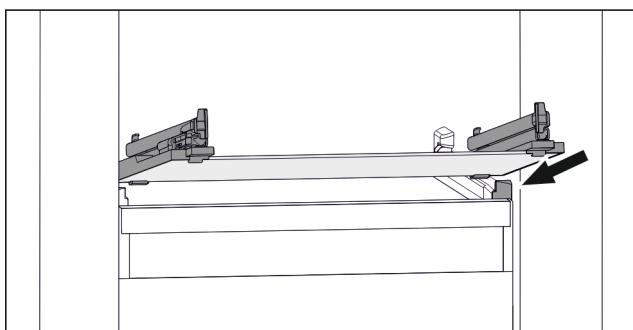

Fig. 113 Príklad zobrazenia sklenenej dosky
- Nasadte sklenenú dosku šikmo za zarážkami. (pozri Fig. 113)